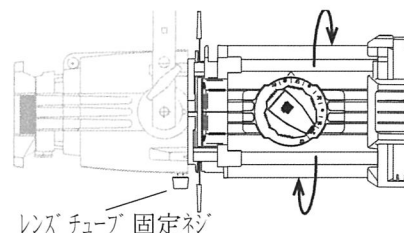

図 8
1. リフレクタハウジング下部のカッターの後部にあるレンズチューブ固定ネジを緩めて下さい(図 8)。